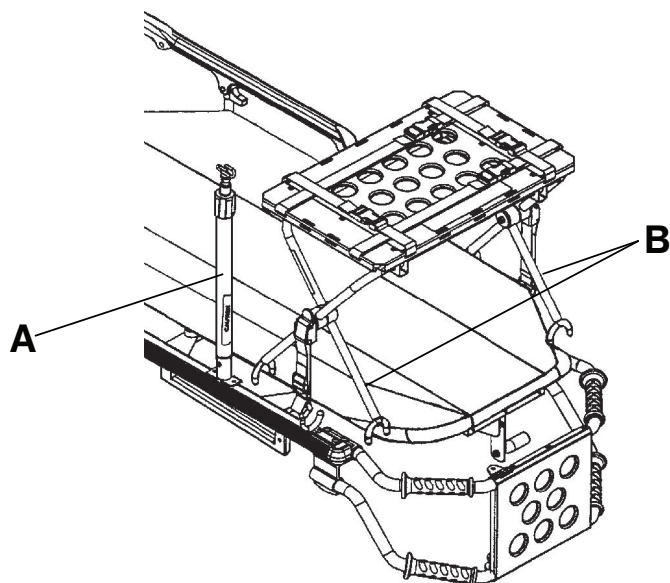

Figure 18 – Élever le support de perfusion et positionner le plateau porte-défibrillateur (modèle 6506 illustré)
3. Si le produit est muni d'un support de perfusion, élever le support (A) à la position élevée (Figure 18).
5. Positionner les pieds intérieurs (B) du plateau porte-défibrillateur vers le côté tête du produit (Figure 18).